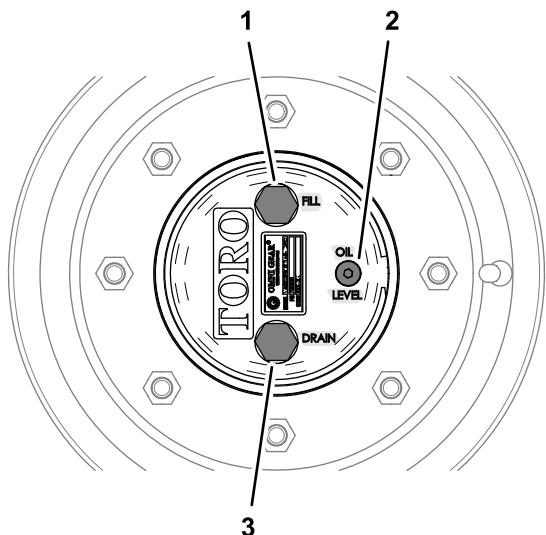

Figure 93
1. Amenez la machine sur une surface plane et horizontale, tournez une roue de sorte que le bouchon de remplissage soit en haut, à la position 12 heures, et le bouchon de vidange soit en bas, à la position 6 heures (Figure 93).
1. Amenez la machine sur une surface plane et horizontale, tournez une roue de sorte que le bouchon de remplissage soit en haut, à la position 12 heures, et le bouchon de vidange soit en bas, à la position 6 heures; voir Figure 93 sous Contrôle du niveau de lubrifiant du train planétaire \(page 72\).